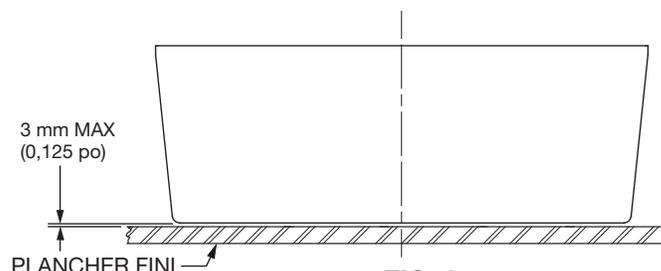

FIG. 2
- Veillez à ce qu'il y ait, entre la base de la baignoire et le sol, un espace de 3 mm [0,125 po] au maximum. (Voir la **fig. 2**)